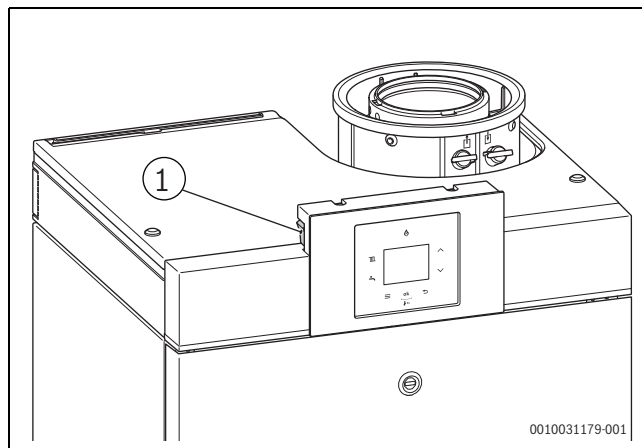

Fig. 5 Tænd/sluk-kontakt
- ▶ Sluk for apparatet på tænd/sluk-kontakten (→ fig. 5, side 5).